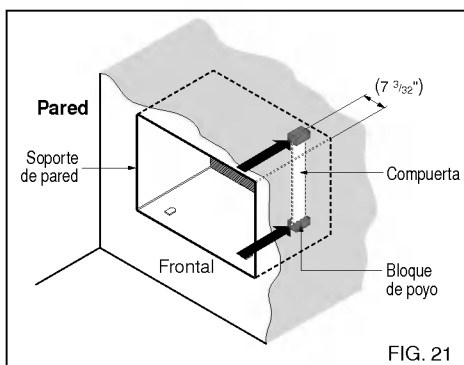

FIG. 21
- 6** Retire el envoltorio de los bloques de apoyo y únelos al interior del soporte de pared como muestra la FIG. 21. Deslice la compuerta dentro de las ranuras en los bloques de apoyo.